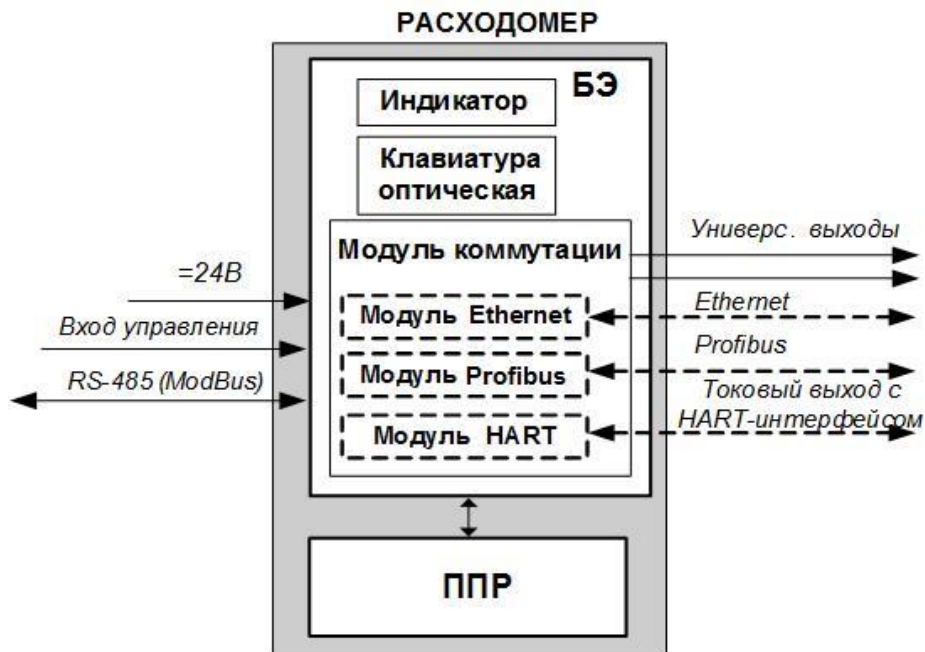

Рис.2. Структурная схема расходомера.
1.5.2.1. Расходомер состоит из первичного преобразователя расхода и вторичного измерительного преобразователя – микропроцессорного блока электроники с модулем коммутации. Структурная схема расходомера показана на рис.2.